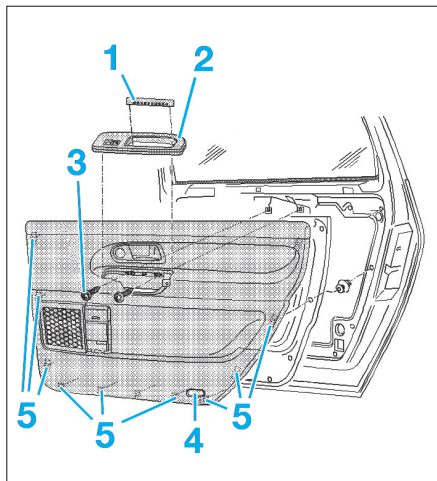

Fig. 24
- Dégraffer la garniture en (5), puis la dégager par le haut.
- Déposer le cache (1) (Fig.24)